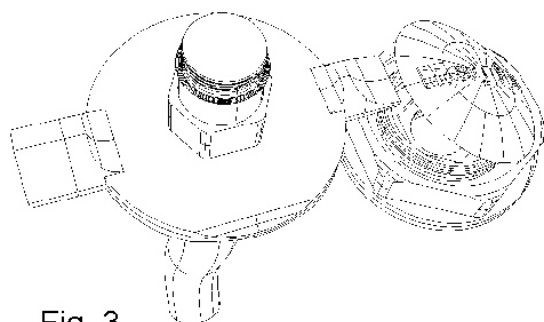

Fig. 3
- Fig. 3 – Retirar a tampa de protecção da válvula de esvaziamento, utilizando a ponta do desaparafusador da chave.